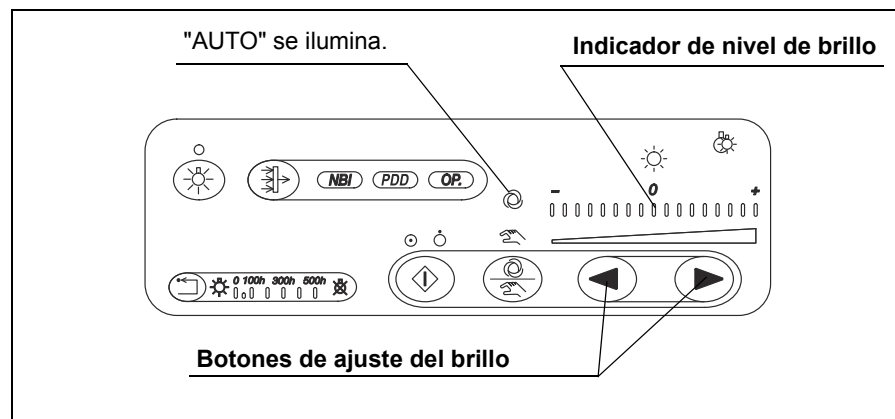

Figura 3.9
3. Sujete el extremo distal del endoscopio a una distancia de entre 30 y 40 mm del objeto y pulse los botones de ajuste del brillo ("◀" o "▶"). Compruebe que (véase la figura 3.9):